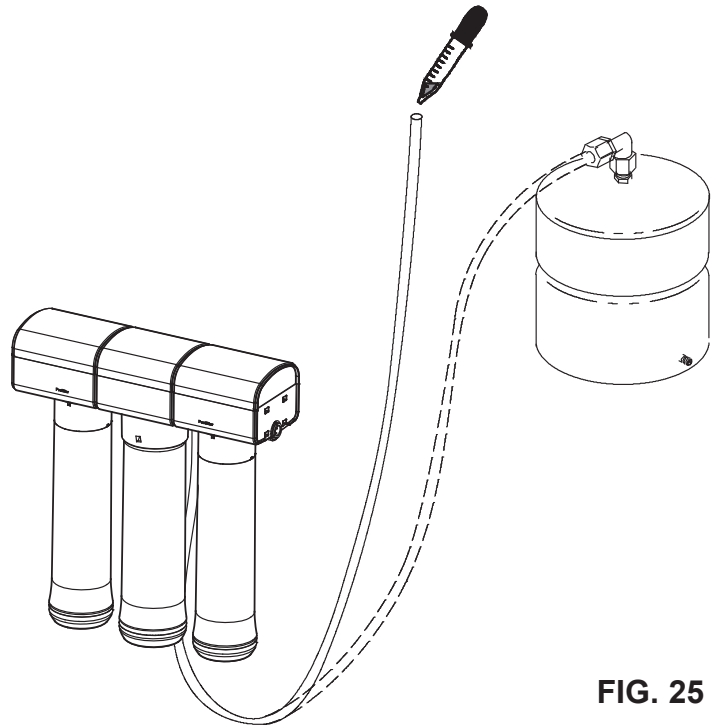

FIG. 25
Para desinfectar el sistema, siga los pasos a continuación: Vea la Fig. 25.
4. Agregue 3 ml. de cloro en el extremo abierto de la tubería amarilla. Manipule el cloro según las recomendaciones del fabricante. Vea la Fig. 25.